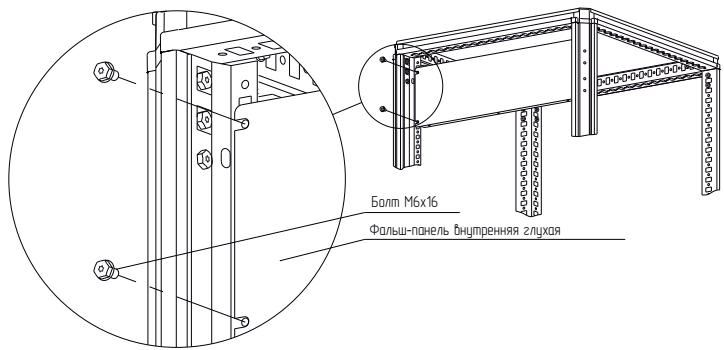

Рисунок 1
– вариант 1. Болтами самонарезающими М6×16 (рисунок 1). Момент затяжки – 7 Н·м. Болты приобрести отдельно;